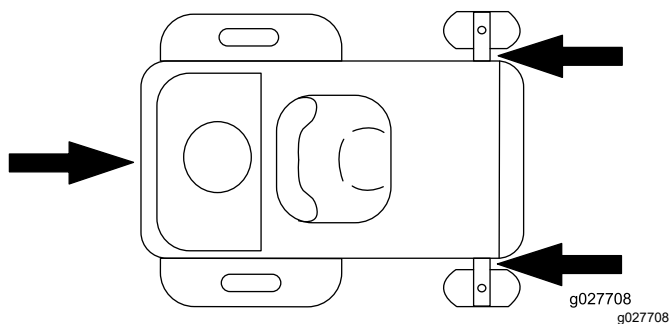

Рисунок 30
- Надежно зафиксируйте машину на прицепе или грузовике с помощью стропов, цепей, троса или канатов. Используйте только точки крепления на газонокосилке, показанные на Рисунок 30. Используйте эти точки крепления даже при транспортировке газонокосилки с присоединенным навесным оборудованием. Использование других точек крепления может привести к повреждению газонокосилки и/или навесного оборудования.